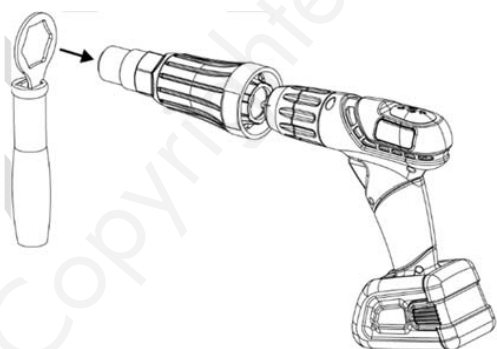

Figure 5
- ATTENTION** : Si le rivet est difficile à fixer, la force de contre-rotation sera plus grande. Nous vous recommandons d'installer la poignée d'extension (figure 5). Il est aussi fortement recommandé de faire démarrer la perceuse lentement.